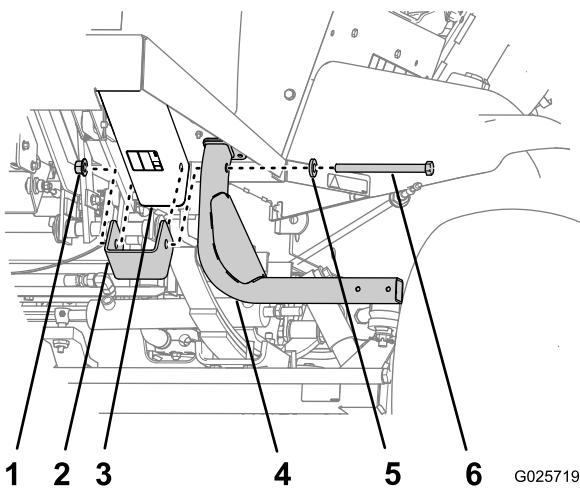

Figura 2
1. Na parte da frente da máquina, alinhe os furos no suporte do espaçador com os furos do tubo da estrutura frontal (Figura 2).
2. Alinhe os furos da montagem do degrado com os furos no suporte do espaçador e tubo da estrutura (Figura 2).
3. Prenda a montagem do degrado e suporte do espaçador ao tubo da estrutura com um parafuso de cabeça sextavada (1/2 x 6 pol.), porca de bloqueio e anilha (Figura 2).